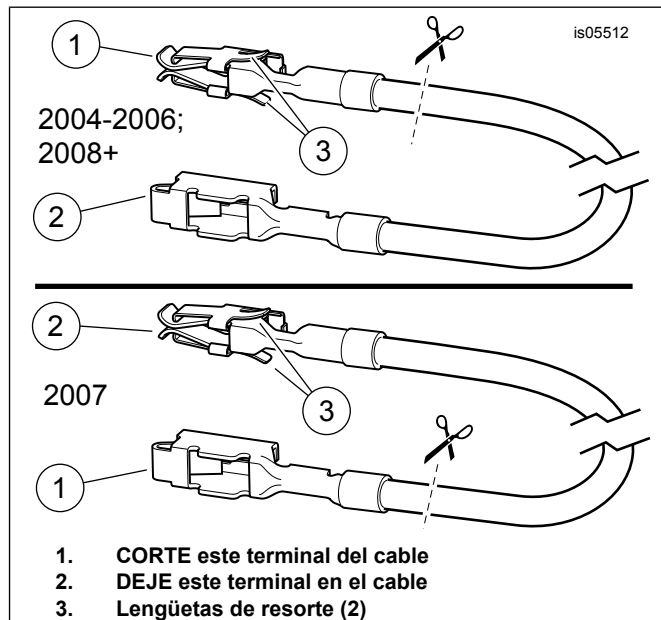

Figura 13. Cable adaptador del bloque de fusibles (Touring FL)
2. Obtenga del kit el cable del adaptador del bloque de fusibles naranja/blanco (9). **Para los modelos 2004-2006:** Observe el terminal en cada extremo (vea Figura 13, **vista superior**). Solamente el terminal **SIN las lengüetas de resorte** encajará dentro de la cavidad de fusibles. Cuidadosamente corte el terminal **CON** lengüetas de resorte del cable y deséchelo. **Para los modelos de 2007:** Observe el terminal en cada extremo (consulte Figura 13, **vista inferior**). Solamente el terminal **CON las lengüetas de resorte** encajará dentro de la cavidad de fusibles. Cuidadosamente corte el terminal **SIN** lengüetas de resorte del cable y deséchelo.